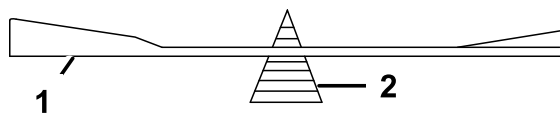

Figura 84
2. Controllate l'equilibrio della lama posizionandola su un bilanciatore (Figura 84).